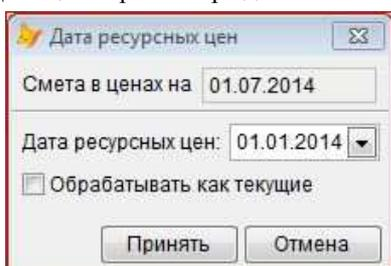

Рис. 1. Окно назначения даты ресурсных цен
2. Дата цен. При выборе данной команды открывается окно, показанное на Рис.1: